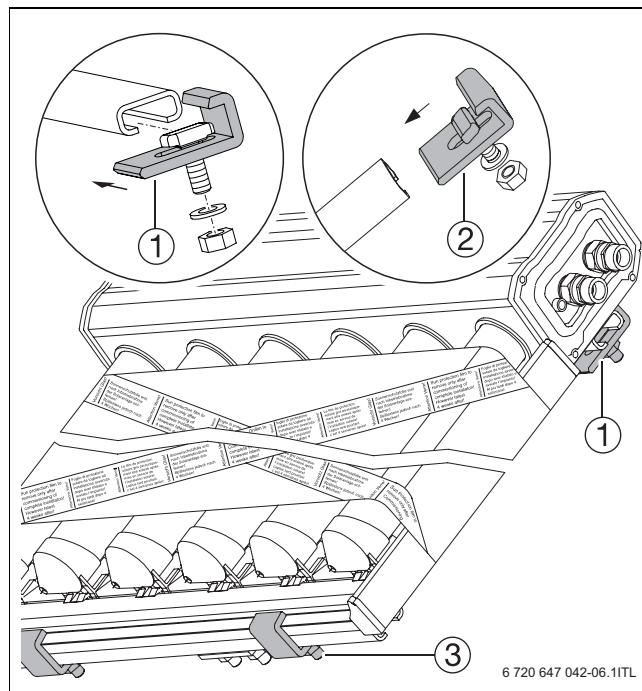

Fig. 32 Colector fijado sobre los raíles horizontales
- Fijar las garras de sujeción superiores con la llave SW17 (→ fig. 32).